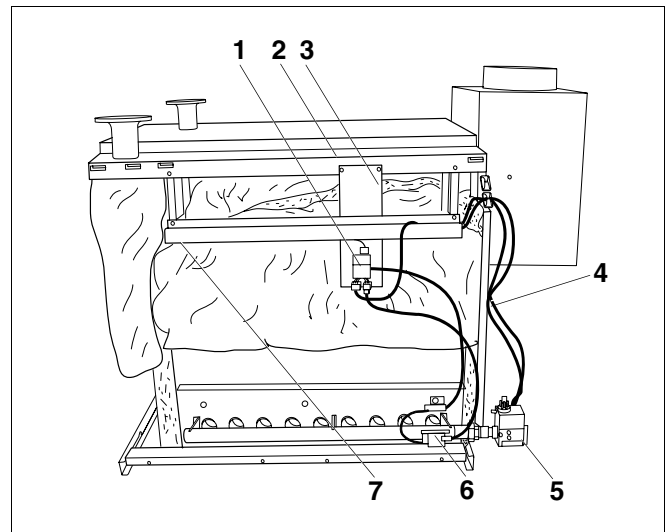

Fig. 67 Coffret de contrôle G113W
- Fixer le support en tôle avec le coffret de contrôle (fig.67, **pos. 3**) avec deux vis 3,9x9,5 aux capots latéraux de chaudière (fig. 67, **pos.2**).
- Réaliser les liaisons selon le schéma entre les coffrets de contrôle (fig.67, **pos.1**), les blocs gaz (fig.67, **pos.5**), le transfo d'allumage (fig.67, **pos. 6**) et l'électrode de surveillance.
- Réaliser les liaisons selon schéma entre les coffrets de contrôle (fig.67, **pos.1**), l'appareil de régulation et le coffret électrique supplémentaire.
- Les câbles des coffrets de contrôle (fig.67, **pos.1**) allant vers l'appareil de régulation sont posés dans les chemins de câble (fig.67, **pos.7**) et passés par l'ouverture du capot avant de chaudière.
- Les câbles entre les blocs gaz (fig.67, **pos.5**) et les coffrets de contrôle (fig.67, **pos.1**) sont fixés à l'aide de serres-câbles (fig.67, **pos.4**) à la paroi arrière et amenés à travers les chemins de câbles (fig.67, **pos.7**) jusqu'aux coffrets de contrôle.
Légende pour fig.67